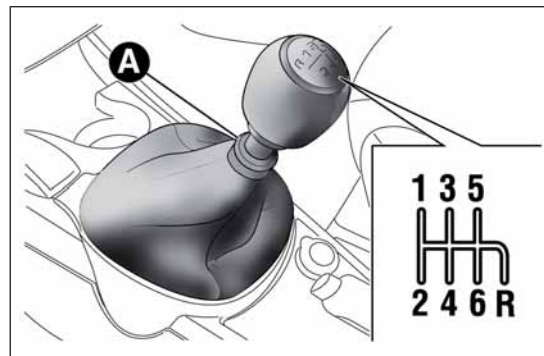
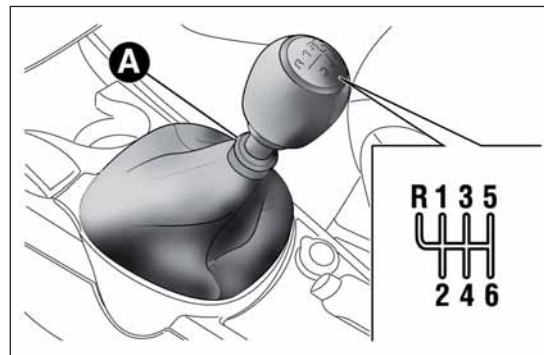
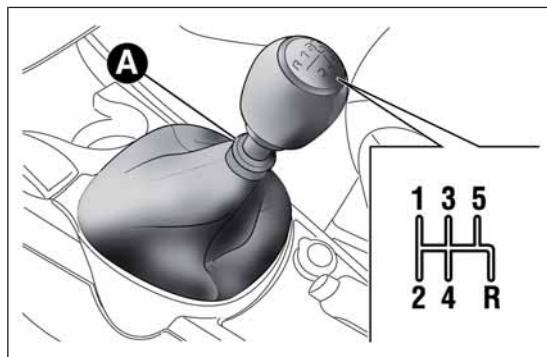

fig. 111
fig. 112
fig. 113
Per inserire le marce premi a fondo il pedale della frizione e metti la leva del cambio nella posizione desiderata (lo schema per l'inserimento delle marce è riportato sull'impugnatura della leva fig. 111, fig. 112, fig. 113).
- sulle versioni 1.4 Turbo Multi Air 170CV Quadrifoglio Verde e 1.6 JTD_M sposta la leva verso sinistra e poi avanti fig. 112;
- sulle versioni Turbo TwinAir, 1.4 Benzina, 1.4 Turbo Multi Air e 1.3 JTD_{M-2} sposta la leva verso destra e poi indietro fig. 111 e fig. 113.